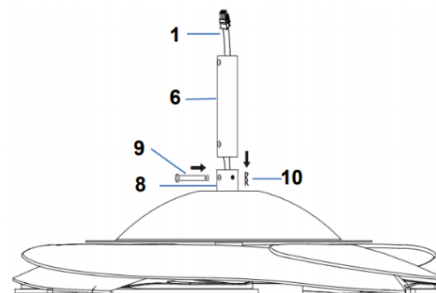

Fig. 4.3
3. Introduzca con cuidado los cables del ventilador (1) a través de la barra colgante (6). (Fig. 4.3)
4. Inserte la barra colgante (6) en el tubo de acoplamiento de la barra colgante (8) alineando los orificios del tubo de acoplamiento con los orificios de la barra colgante. A continuación, inserte el pasador de horquilla (9) y asegúrelo con la chaveta (10). (Fig. 4.3)